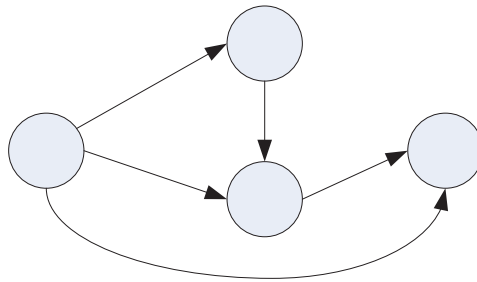

Рис. 5.5. Криволінійна стрілка
5. Стрілка не обов'язково повинна бути прямолінійним відрізком (рис. 5.5).